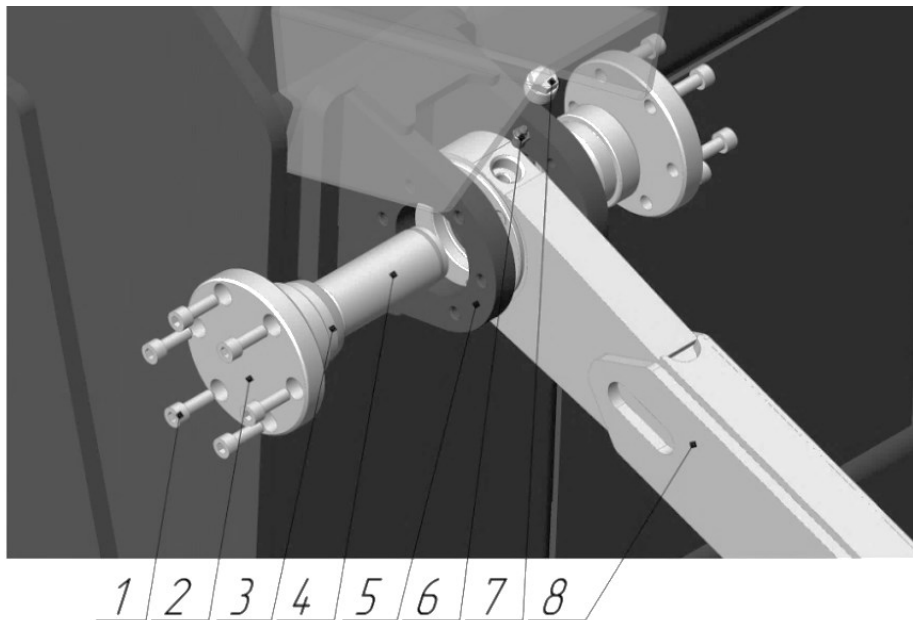

Рисунок 3.106. Монтаж тяги боковой на отвал
- ▶ Палец 4, рис. 3.106, втулки 3 и отверстия кронштейна на отвале 5 смазать пластичной смазкой;